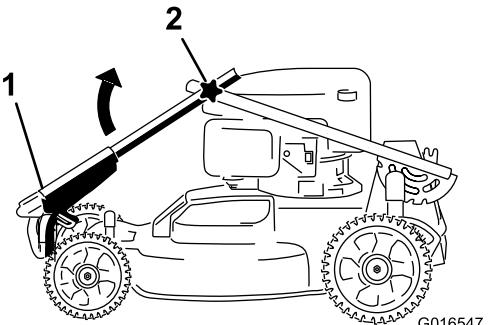
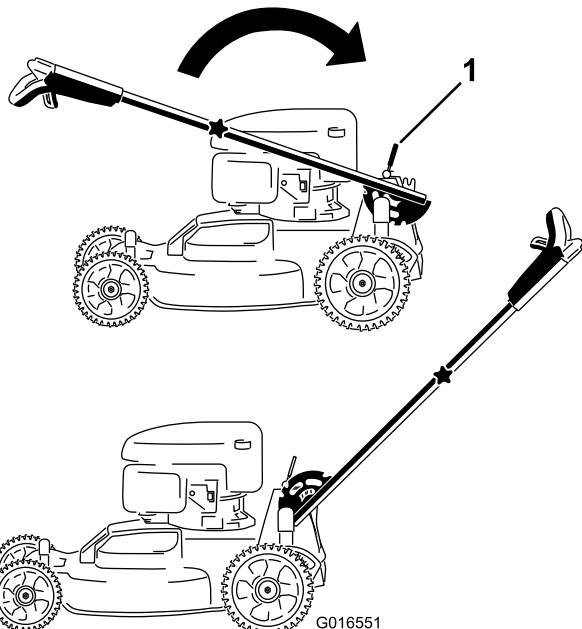

Figure 3
Figure 4
1. Pivotez la poignée supérieure du guidon de sorte qu'elle s'emboîte avec la poignée inférieure (Figure 3), puis serrez les deux boutons sur le guidon pour bloquer la poignée supérieure en position (Figure 4).
2. Relâchez le levier de blocage du guidon (Figure 4).
3. Tirez le guidon vers l'arrière et bloquez-le en position (Figure 4).